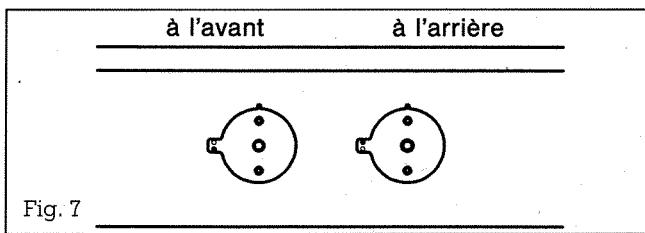
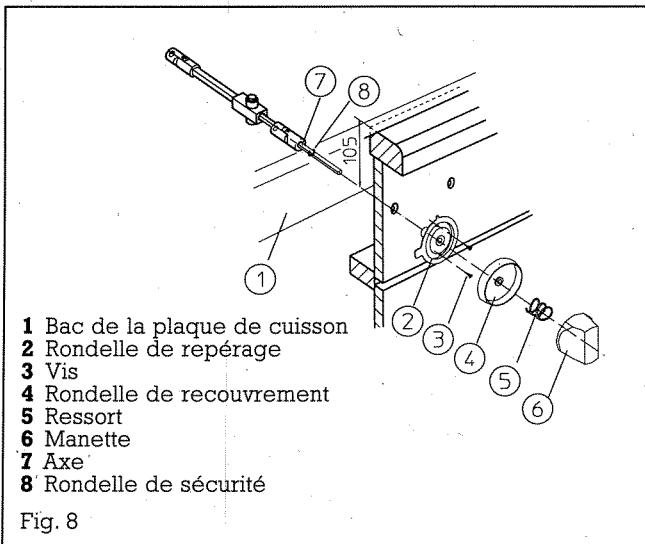

Fig. 7
Fig. 8
- a. introduire l'axe par l'intérieur à travers le bac et le perçage du bandeaup en fig. 8.
11. Introduire et aligner la rondelle de repérage **2** (fig. 8) sur l'axe et dans le perçage du bandeaup, comme indiqué en fig. 7. Fixez la rondelle de repérage avec les 2 vis **3**. Le symbole de repérage des brûleurs se trouve à gauche.
13. Emmancher la rondelle de recouvrement **4** sur l'axe **7**, le repère étant dirigé vers le haut. Mettre en place le ressort **5** et la manette **6** (fig. 8). **Vérifier si le mécanisme du bouton de commande fonctionne correctement.**